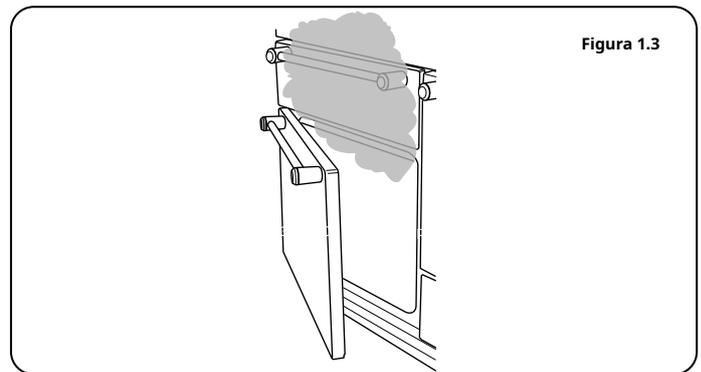

Figura 1.3
- Cocinar alimentos con un alto contenido de humedad puede crear una "ráfaga de vapor" cuando se abre la puerta del horno (**Figura 1.3**). Al abrir el horno, manténgase alejado y permita que se disperse el vapor.